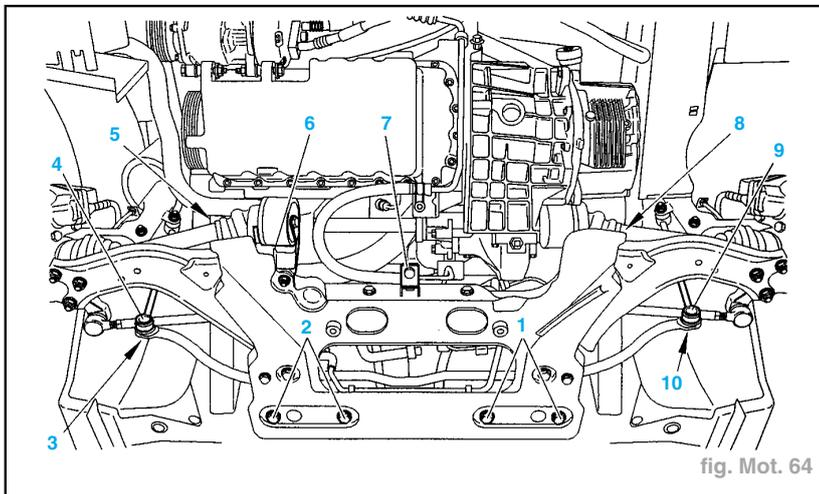

fig. Mot. 64
- la biellette anticouple (6) (fig. Mot. 64),
- la vis (7).